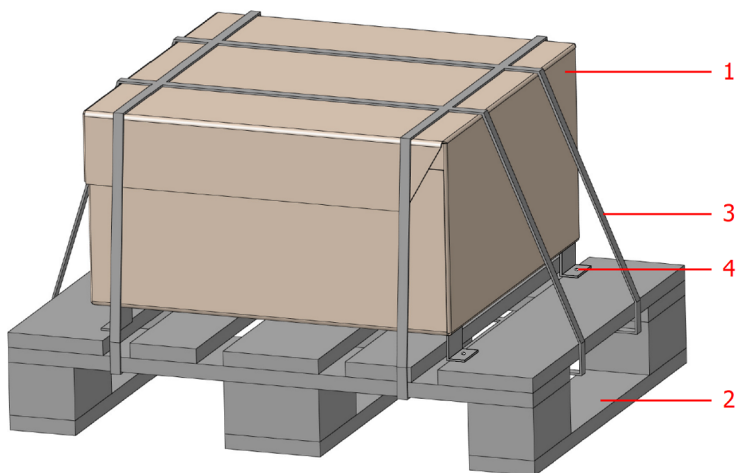

Рисунок 2.1 – Упаковка ШУ КОНТУР
Шкаф управления упакован в транспортировочную тару, представляющую собой коробку из гофрированного картона (см. рисунок 2.1 – 1), установленную на деревянную паллету (поддон) (см. рисунок 2.1 – 2) и закрепленную на ней.
- разрезать упаковочные ленты (см. рисунок 2.1 –3) и снять защитную пленку;
- открутить винты (болты), закрепляющие Шкаф управления на паллете (см. рисунок 2.1 –4);